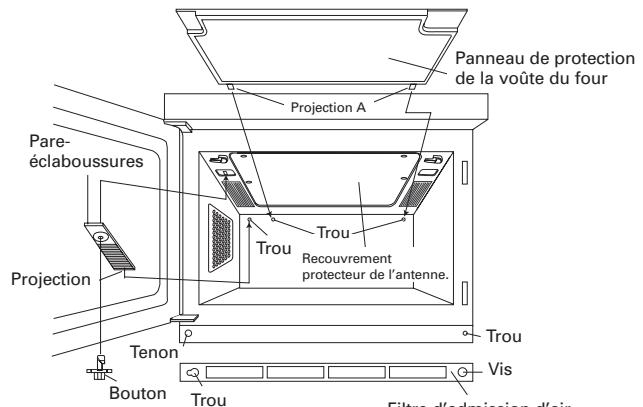
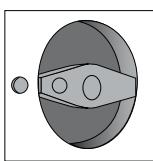
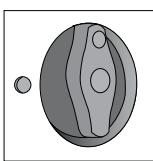

Fig.2 Filtre d'admission d'air
Fig.3
Fig.4
Retirer le pare-éclaboussures comme le montre la Fig. 2. Le laver dans une solution détergente douce. **Ne pas se servir de détergent à l'huile d'orange**, car le pare-éclaboussures pourrait fondre.
Retirer le panneau de protection de la voûte comme le montre la Fig. 2 et détacher le panneau de protection du cadre.
**Ne pas oublier de débrancher le cordon d'alimentation.** Faire pivoter les 2 languettes retenant le panneau de protection de la voûte à la voûte de la cavité du four comme le montre la Fig. 2, tirer ensuite doucement le panneau de protection vers le bas pour le détacher de la voûte. Détacher ensuite le panneau de protection de son cadre. Il est tenu en place par 4 taquets.
**Ne pas oublier de débrancher le cordon d'alimentation.** Tourner le bouton retenant le pare-éclaboussures à la voûte du four comme le montre la Fig. 3 et le retirer de la voûte.
2 trous de la voûte comme le montre la Fig. 2. Faire ensuite glisser les languettes en place.
**Ne pas oublier de débrancher le cordon d'alimentation.** Insérer ensuite le bouton dans le trou du pare-éclaboussures comme le montre la Fig. 4 et le tourner comme le montre la Fig. 3. Insérer la projection du pare-éclaboussures dans le trou de la paroi arrière de la cavité comme le montre la Fig. 2, puis remplacer le bouton dans le trou à travers le pare-éclaboussures. Tourner le bouton comme la montre la Fig. 4 pour retenir le pare-éclaboussures en place.